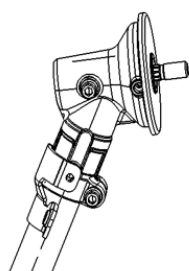

Fig.4
2. Ruotare l'albero di trasmissione finché non si vede un foro all'interno del lato della scatola degli ingranaggi (Fig.4), posizionare la chiave a brugola n. 1 all'interno del foro interno e ruotare la testa della taglierina sull'albero di trasmissione in direzione antioraria fino a quando non è sufficientemente stretta . (figura 5)